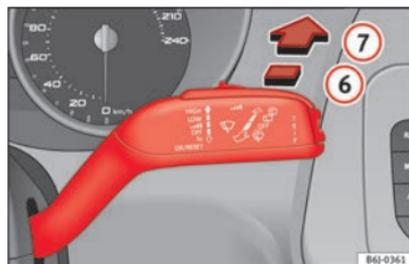

Fig. 96 Leva del tergicristallo: tergilunotto.
- Muovere la leva verso l'alto fino alla posizione ⑥ » fig. 96. In questo modo il tergilunotto effettua un'escursione ogni 6 secondi circa.
- Spingere la leva in avanti fino in fondo, portandola nella posizione ⑦ » fig. 96. Il